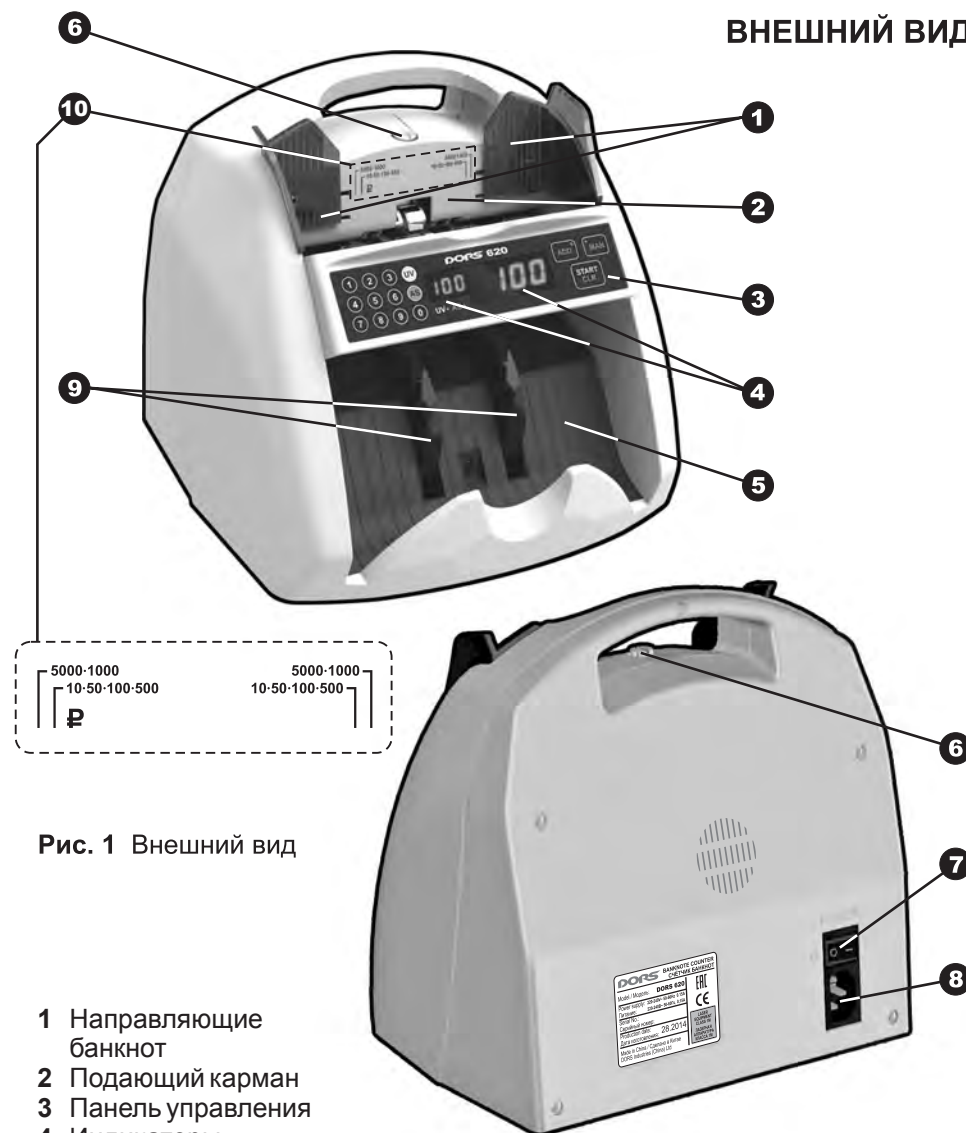

Рис. 1 Внешний вид
2. Включите счётчик, начнется процесс самотестирования. Убедитесь, что во время самотестирования вращаются колеса укладчика **9** (см. рис. 1) и ролики подающего кармана, на индикаторах отображения счёта и пачки высвечиваются цифры «**0**» и загораются индикаторы на клавишах «**MAN**» и «**ADD**», и индикаторы «**UV**», «**AS**» (для **DORS 620**). После окончания самотестирования на четырехразрядном индикаторе отображается «**0**», индикаторы на клавишах «**MAN**» и «**ADD**» гаснут и раздается звуковой сигнал, а индикаторы «**UV**», «**AS**» отражают установленный режим работы счетчика до выключения (для **DORS 620**). После этого счётчик готов к счёту банкнот.
Однако, если счётчик часто останавливается в процессе пересчёта и на индикаторе появляется сообщение об ошибке «**Chn Err**» или «**dbL Err**», то необходимо немного повернуть винт установки толщины пересчитываемых банкнот **6** (см. рис. 1) по часовой стрелке (в сторону уменьшения зазора). Если же после остановки счётчика на индикаторе появляется сообщение «**HJ Err**» или «**SE Err**», то необходимо немного повернуть винт установки толщины пересчитываемых банкнот **6** (см. рис. 1) против часовой стрелки (в сторону увеличения зазора).
5. Установите направляющие по длине банкнот пересчитываемой пачки, выровняйте края пачки, аккуратно поместите пачку в середину подающего кармана, не допуская перекоса **10** (см. **рис. 1**).